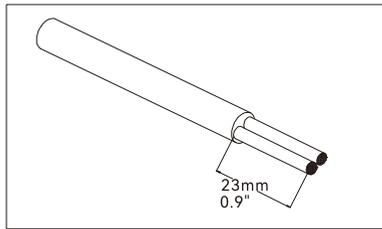

Figura 2
- Remover a capa externa do cabo 0,9 polegadas (23 mm) (Figura 2).